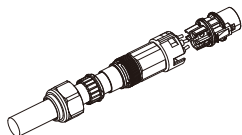

Fig. 18
2. Inserire il cavo CA attraverso il coprimorsetti e avvitare saldamente i tre fili sui connettori (Fig 18)